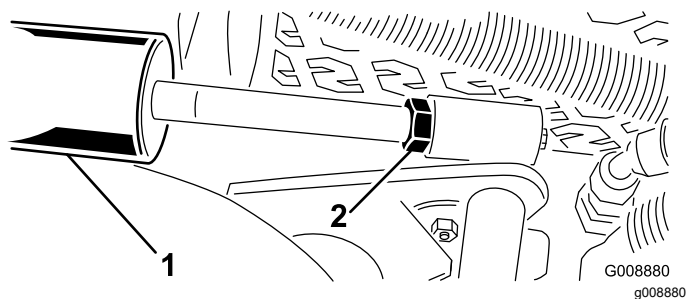

Figure 15
- A. Abaissez les plateaux de coupe et desserrez l'écrou de blocage sur le vérin (Figure 15).